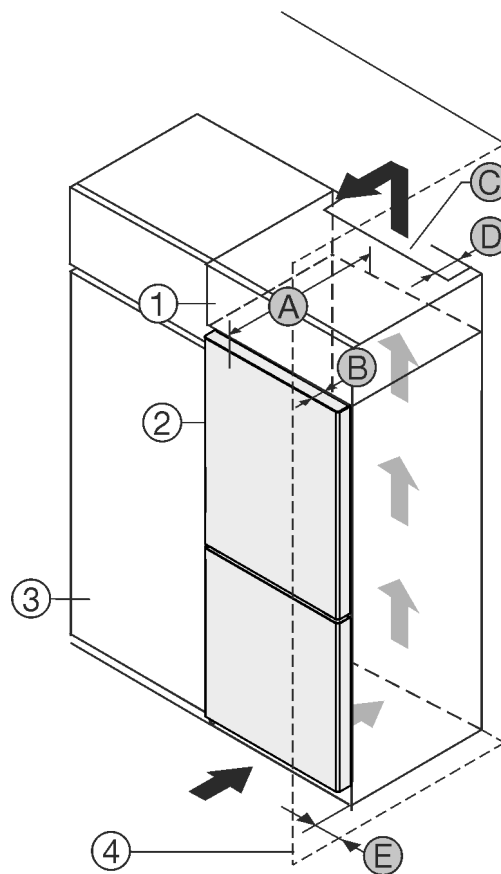

Fig. 1
Můžete přístroj nainstalovat přímo vedle kuchyňské skřínky Fig. 1 (3)\*
Na zadní straně nastavné skřínky musí být větrací šachta hluboká Fig. 1 (D) přes celou šířku nastavné skřínky.\*
Pod stropem místnosti musí být dodržen ventilační průřez Fig. 1 (C).\*
Když přístroj instalujete závěsy vedle stěny Fig. 1 (4), musí být vzdálenost mezi přístrojem a stěnou minimálně 13 mm.\*
Když přístroj instalujete závěsy vedle stěny *Fig. 1 (4)*, musí být vzdálenost mezi přístrojem a stěnou minimálně 20 mm.\*
Aby bylo možné dvířka plně otevřít, musí přístroj přesahovat o hloubku dvířek *Fig. 1 (B)* vůči přední linii kuchyňské skříňky. V závislosti na hloubce kuchyňských skříněk *Fig. 1 (3)* a použití vymezovačů odstupu od stěny může přístroj vyčnívat dále.\*